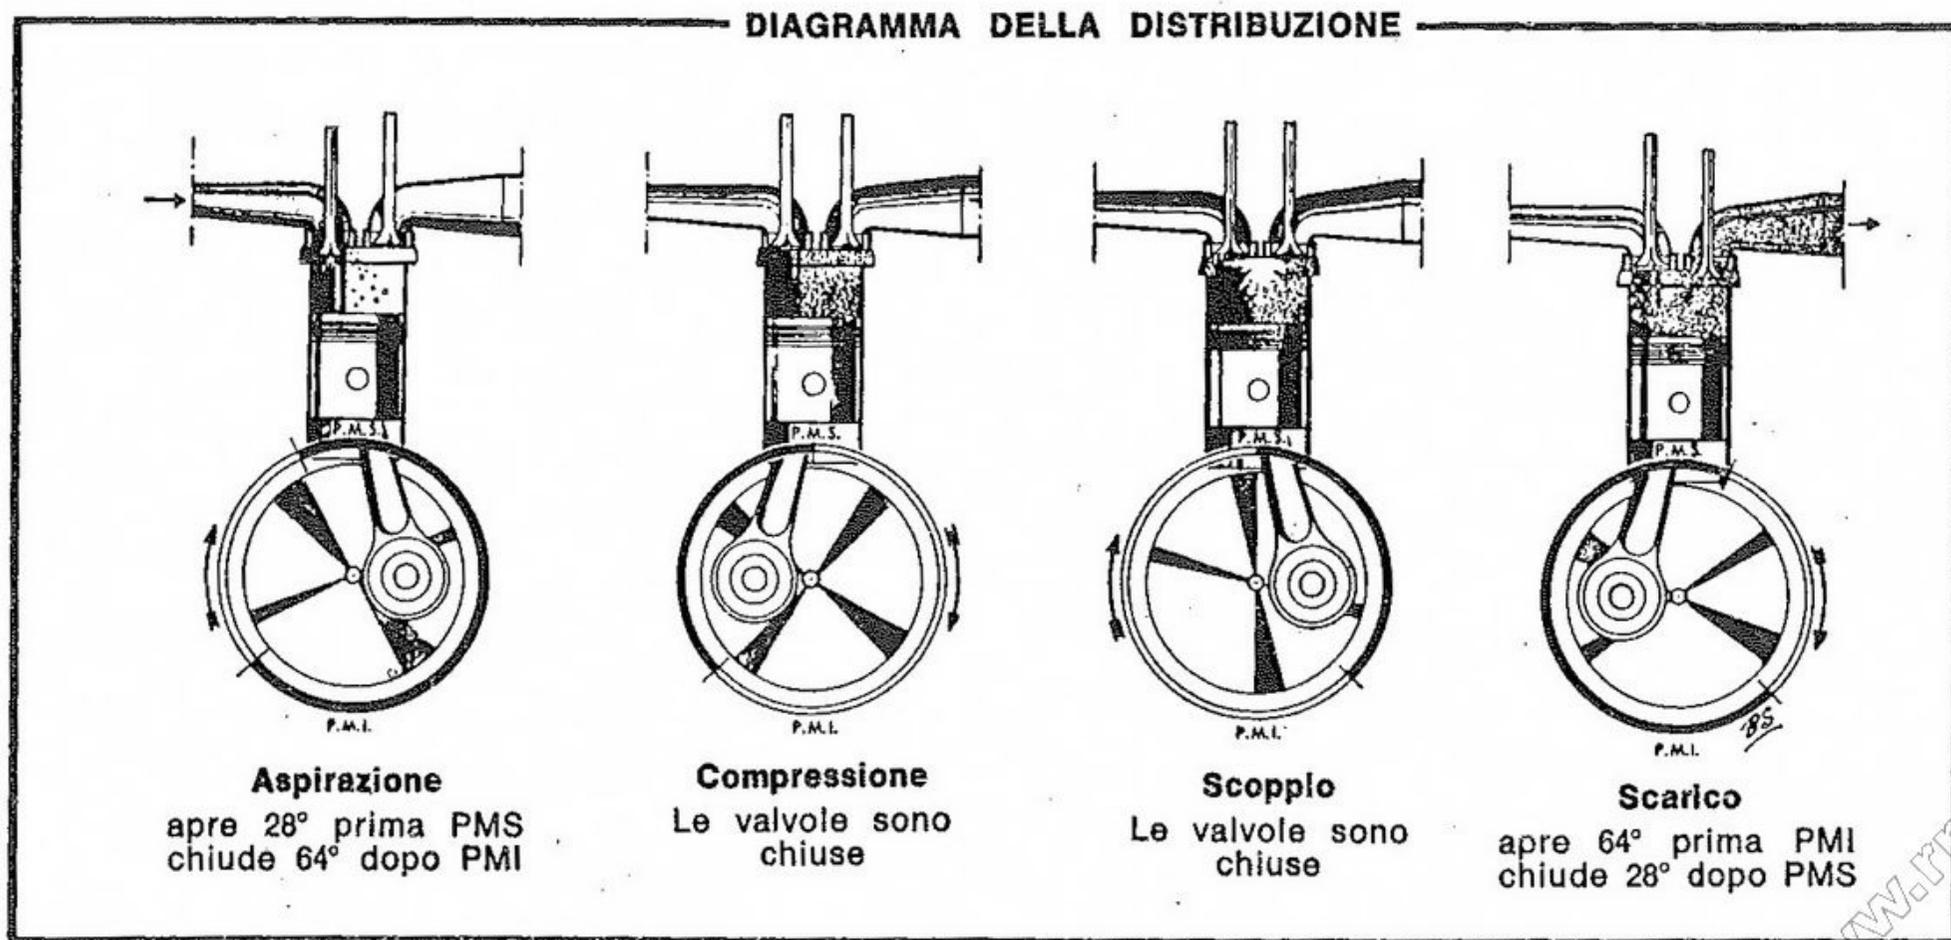

Fig. 6
**Distribuzione** (vedi fig. 6)